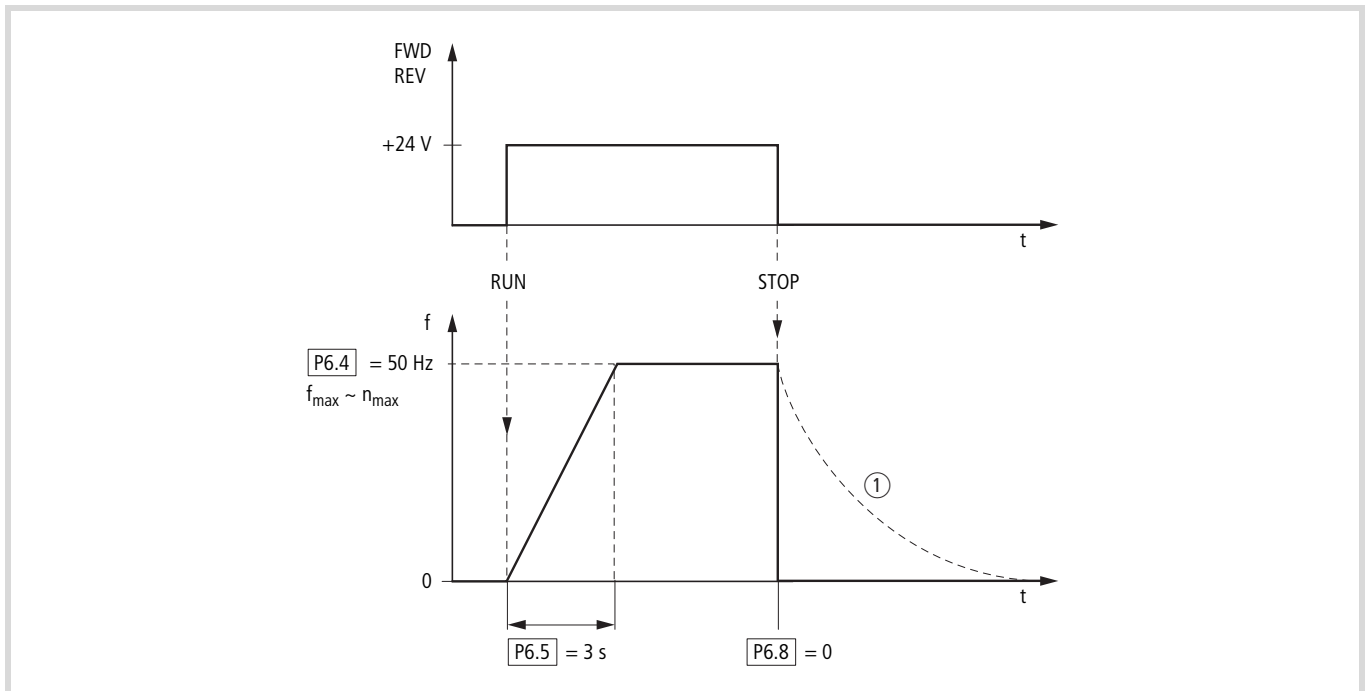

Abbildung 59: Start-Stopp-Befehl bei maximaler Sollwertspannung, Beschleunigungsrampe 3 s
Abbildung 59 auf Seite 59 zeigt beispielhaft den Verlauf, wenn das Freigabesignal (FWD/REV) angeschaltet wird und die maximale Sollwertspannung (+10 V) anliegt. Der Motor folgt in seiner Drehzahl der Ausgangsfrequenz, in Abhängigkeit vom Last- und Trägheitsmoment (Schlupf), von null bis n_{max} .
Wird im Betrieb das Freigabesignal (FWD, REV) abgeschaltet, so wird der Wechselrichter sofort gesperrt (STOP) und die Ausgangsfrequenz auf null gesetzt. Der Motor läuft ungeführt aus (siehe ① in Abbildung 59, Seite 59).